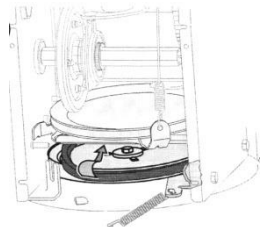

Abb. 18
- Der Fräser ist mit zwei Sicherungsstiften und einem Splintstift an der Spiralspindel befestigt. Trifft der Fräser auf einen Fremdkörper oder eine Eisbildung, ist der Werfer so konstruiert, dass sich die Stifte drehen. Siehe Abb. 18.
- Schieben Sie den Lenkriemen zwischen Reibrad und Reibscheibe. Siehe Abb. 18.